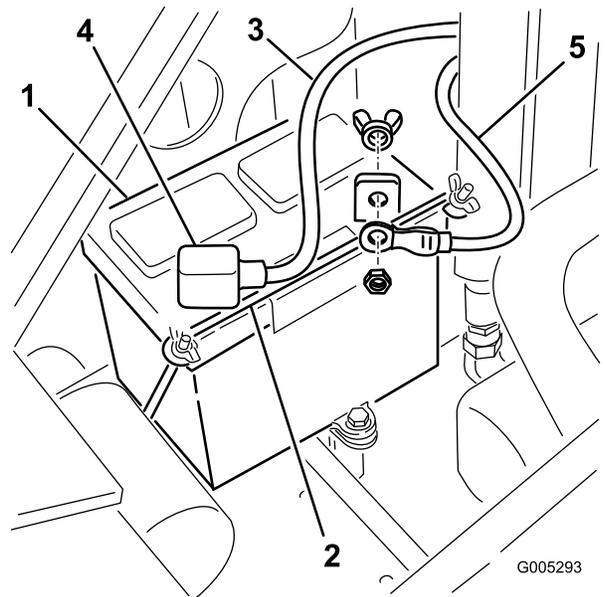

図 33
- バッテリー固定用の蝶ナットとバーを外す 図 33。
5. バッテリー端子から、マイナス黒アース側ケーブルを外す 図 33。締結具はすべて保管しておく。
7. バッテリー端子から、プラス赤ケーブルを外す 図 33。締結具はすべて保管しておく。